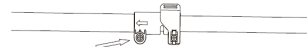

Рис. 2
Відкрийте стопорну муфту на штанзі і відрегулюйте довжину телескопічної штанги (К) до найбільш зручного для роботи положення (див. рис.2). Зафіксуйте стопорну муфту, щоб закріпити штангу у потрібному положенні.
- Потім за допомогою шестигранного ключа затягніть болт (див. рис.2).